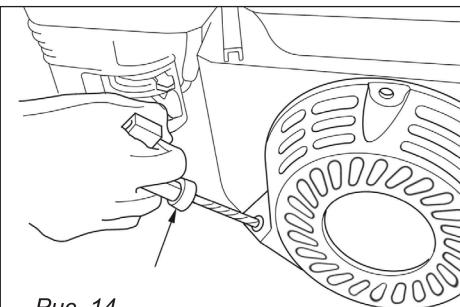

Рис. 14
- Возьмитесь за ручку стартера и медленно потяните до появления ощущения сопротивления, затем потяните ручку стартера резким рывком (рис. 14).